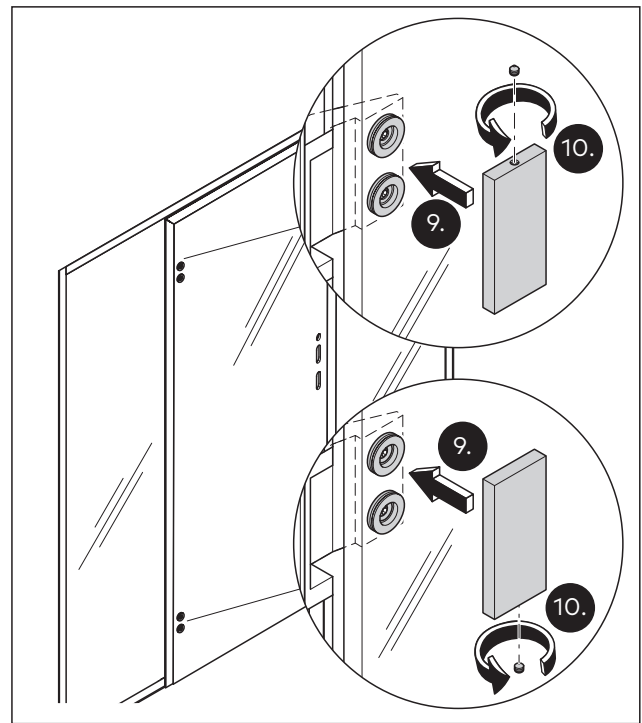

Abb. 54 Die Blenden an die Bänder anbringen.
9. Die Blenden an die Bänder anbringen (Abb. 54).